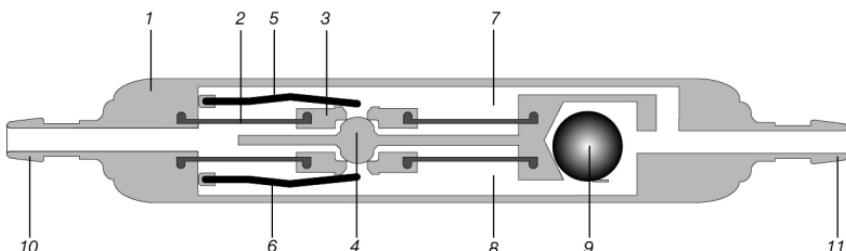

Fig. 1: Dessin schématique en coupe de la *DUALSWITCH VALVE*
La fig. 1 montre une coupe schématisée de la *DUALSWITCH VALVE*. Elle est composée d'un boîtier robuste en titane (1), dans lequel sont